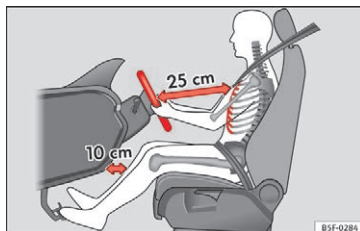

Fig. 81 Korrekt afstand mellem fører og rat
- Indstil rattet, så afstanden mellem rattet og førerens brystkasse er mindst 25 cm » Fig. 81.
- Indstil førersædet, så der mindst er 25 cm mellem brystkassen og rattets midte » Fig. 81. Hvis du sidder tættere på end 25 cm, beskytter airbagsystemet ikke optimalt.